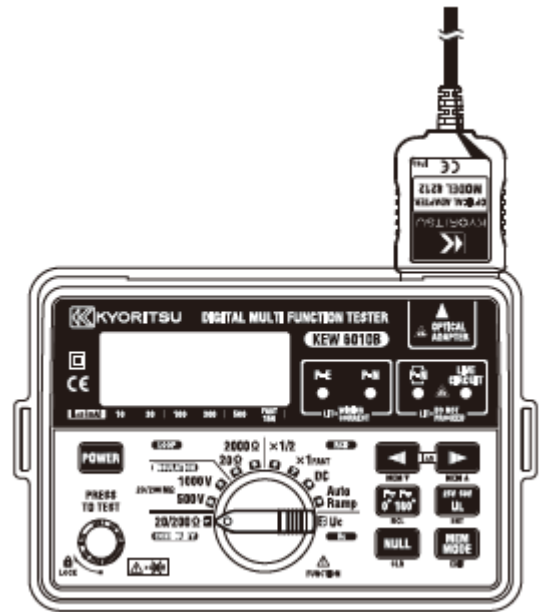

Fig. 14
- (1) Introduzca firmemente el conector hembra D-SUB 9Pin del MODEL 8212 en el enchufe (macho D-SUB 9Pin) del PC.
- (2) Inserte el MODEL 8212 en el KEW 6010B como se muestra en la Fig. 14.